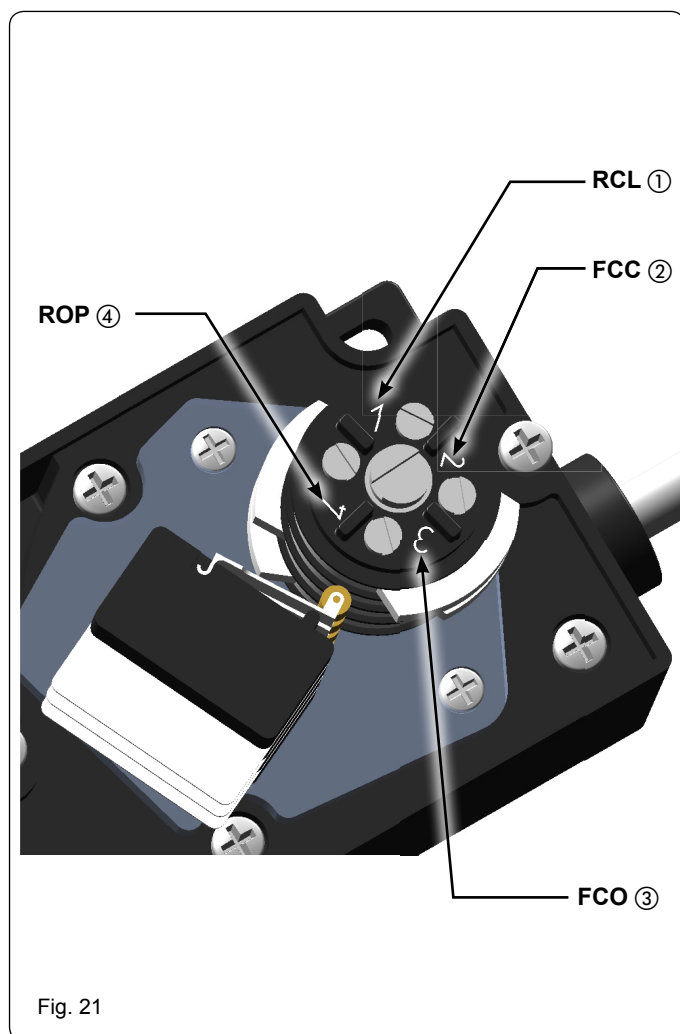

Fig. 21
5. Ruotare la vite corrispondente al finecorsa in apertura **FCO** (Fig. 21 rif. ③) fino ad impegnare il micro interruttore con la camma.
8. Ruotare la vite corrispondente al rallentamento in apertura **ROP** (Fig. 21 rif. ④) fino ad impegnare il micro interruttore con la camma.
10. Ruotare la vite corrispondente al finecorsa in chiusura **FCC** (Fig. 21 rif. ②) fino ad impegnare il micro interruttore con la camma.
12. Ruotare la vite corrispondente al rallentamento in chiusura **RCL** (Fig. 21 rif. ①) fino ad impegnare il micro interruttore con la camma.
17. Portare manualmente l'anta scorrevole a metà della corsa e verificare che la posizione del finecorsa corrisponda a Fig. 21